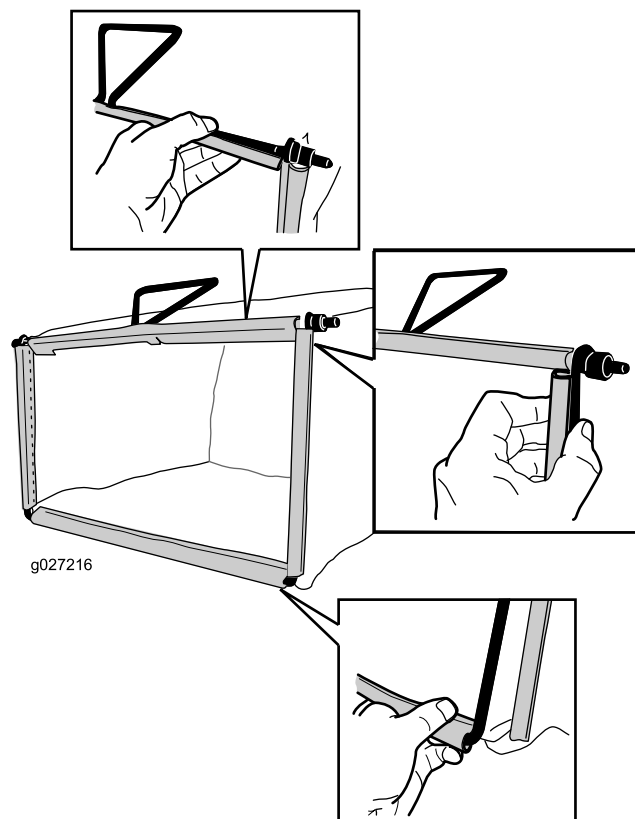

Figura 7
2. Enganche el canal inferior de la bolsa en la parte inferior del bastidor (Figura 7).
3. Enganche los canales superior y laterales de la bolsa en la parte superior y en los laterales del bastidor, respectivamente (Figura 7).